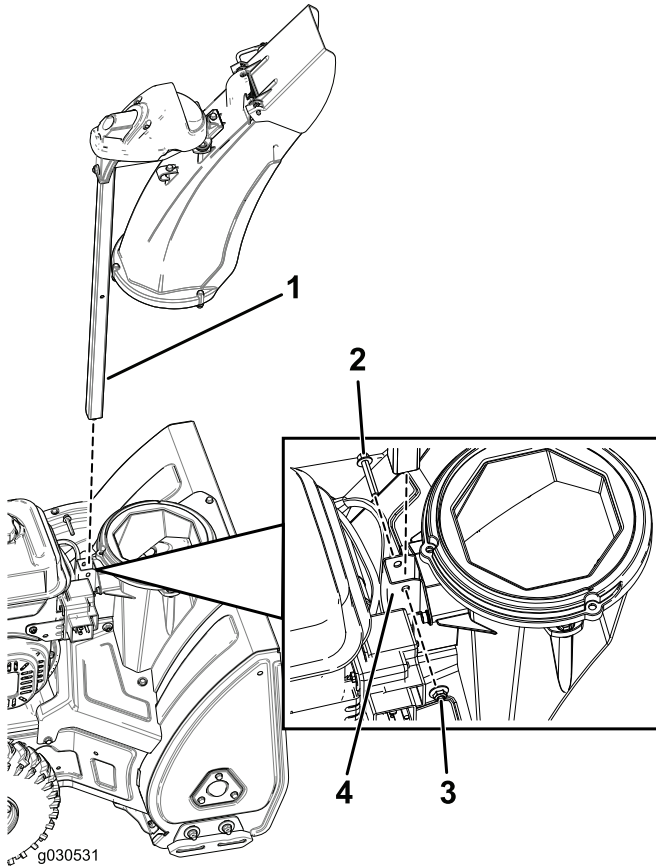

Bild 5
1. Führen Sie die Auswurfkanalstrobe durch die Halterung ins Maschinenunterteil und befestigen Sie sie mit einer Schraube und einer Sicherungsmutter (Bild 5).